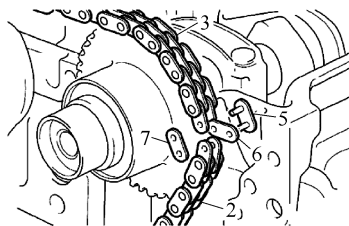

图 10-12 安装新正时链节
7) 用连接板 5、中心板(6, 厚度为 1.6mm)和外板 7 把新正时链节(2)连接到旧正时链 3 上, 如图 10-12 所示。